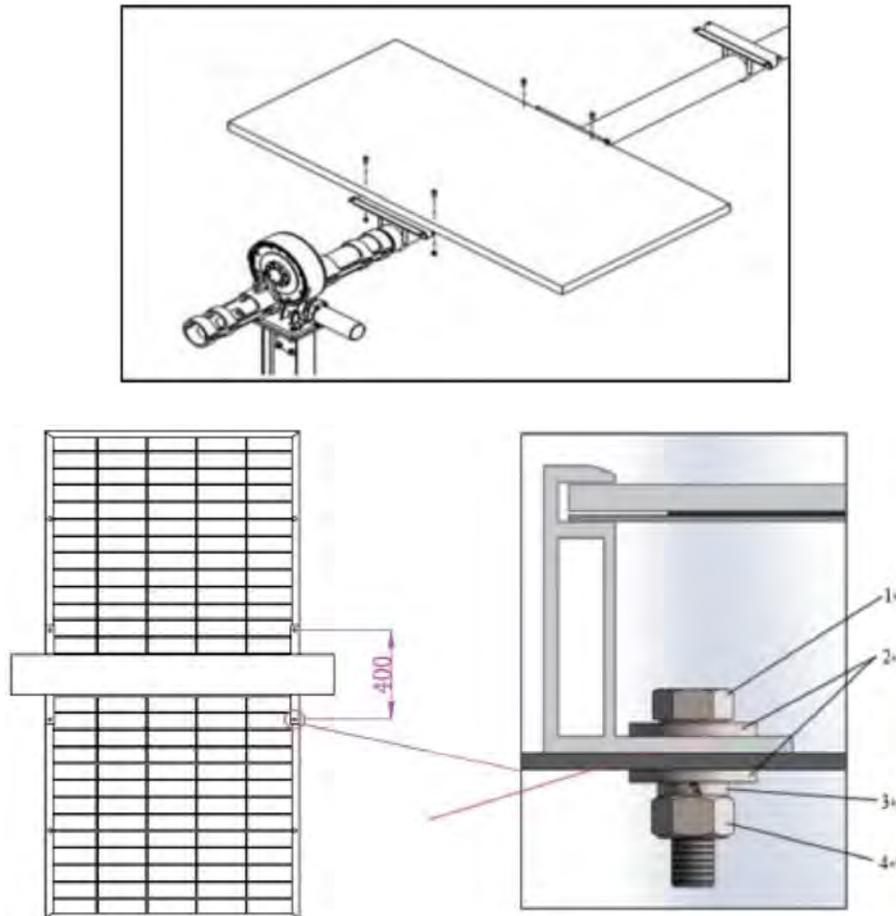

Abb. 5. Installiertes PV-Modul mit einachsigen Nachführsystem
- Der Rahmen jedes Moduls ist mit 4- ϕ 7*10 mm großen Montagebohrungen versehen, deren genaue Lage in Abbildung 5 dargestellt ist.
- Befestigen Sie das Modul an jedem Befestigungspunkt mit einer M6-Schraube, zwei Unterlegscheiben, einem Federring und einer Mutter, wie in Abbildung 5 dargestellt.